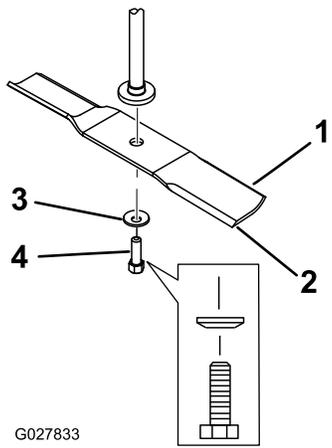

Figura 61
2. Retire del eje el perno de la cuchilla, la arandela curva y la cuchilla (**Figura 61**).
- Instale la cuchilla en el eje (Figura 61).
- Instale la arandela curva (con la copa hacia la cuchilla) y el perno de la cuchilla (Figura 61).